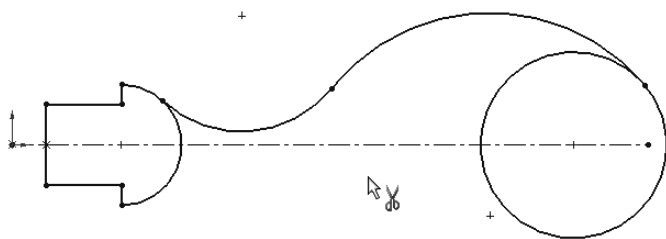

图 2-139 修剪部分曲线后的效果
STEP 8 单击“剪裁实体”按钮，并在左侧“剪裁”属性管理器中单击“修剪到最近端”按钮，单击需修剪的曲线部分，得到图形的初步效果，如图 2-139 所示。